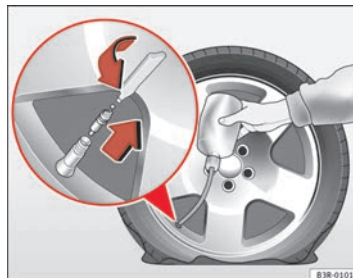

Fig. 201 Efectuar la reparación
- Retire la caperuza de la válvula del neumático y desenrosque el obús de la válvula con el útil que se suministra ⇒ página 276, fig. 201.